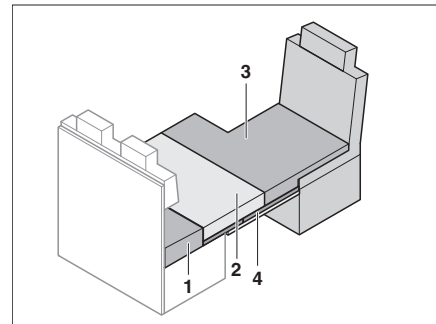

Bild 186 Efter ombyggnaden
- Lägg extradynan (Bild 186,3) på förarstolen.
- Lägg sittdynan (Bild 186,2) på underlägget för extrasängen.